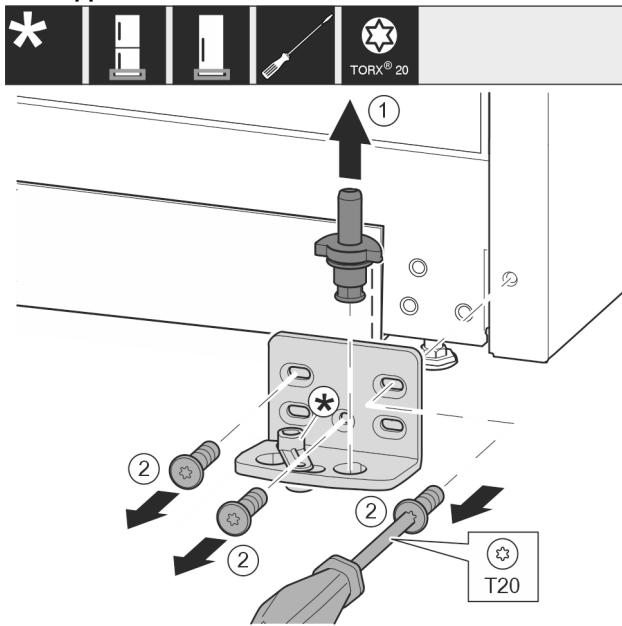

Fig. 11
- Trekk lagerbolten komplett opp og av. Fig. 11 (1)
- Skru ut skruene med skrutrekker T20, og ta av lagerbukken. Fig. 11 (2)